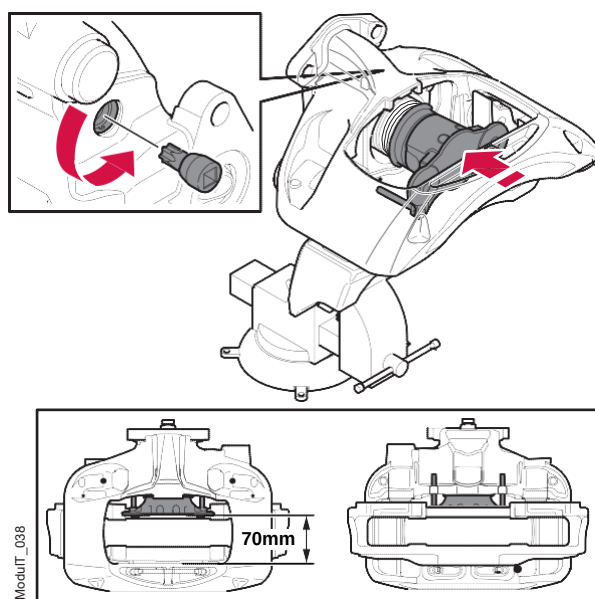

Figura 45. Carregamento da placa de encosto
Consulte a figura 45.
10. Continue a retrain a placa de encosto até que a dimensão entre a face da pastilha interna da placa de encosto e a face da pastilha externa da pinça do freio seja de 70 mm, conforme a figura 45.